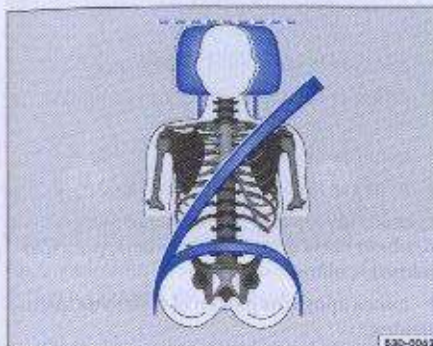
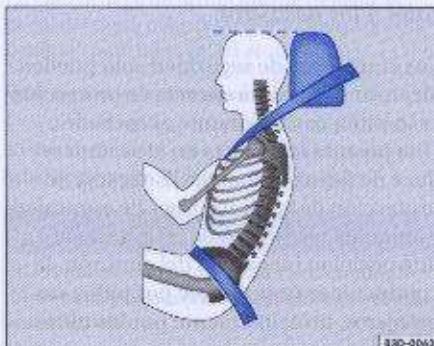

Fig. 3 Apoyo para cabeza correctamente ajustado visto de frente
Fig. 4 Apoyo para cabeza correctamente ajustado visto de lado
- Ajuste los apoyos para cabeza, para que la parte superior del respaldo esté al mismo nivel o lo más próximo posible de la parte más alta de su cabeza → fig. 3 y → fig. 4 → **Δ**.